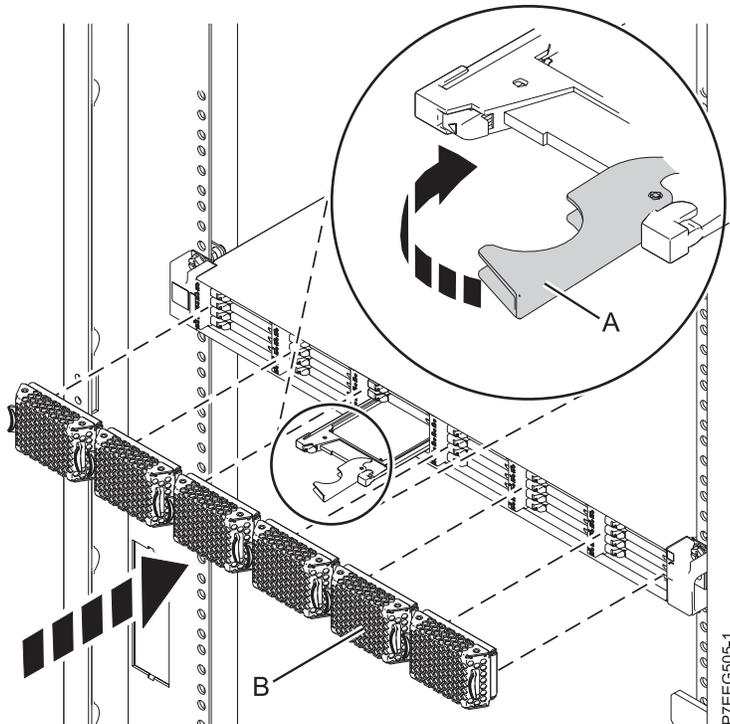

Figura 19. Instalación de una unidad de estado sólido en Alojamiento de almacenamiento PCIe de EDR1
1. Con el asa en la posición de desbloqueo, alinee la unidad de estado sólido con los rieles de guía del alojamiento. Consulte Figura 19 en la página 34,
3. Gire el asa (**A**) hasta la posición de bloqueo, como se muestra en Figura 19 en la página 34.